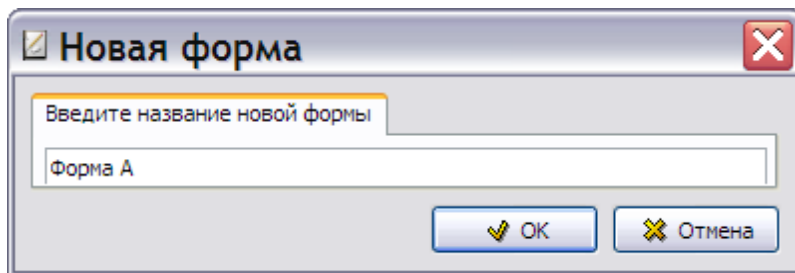

Рис. 3.104
2. В окне **Новая форма** введите название создаваемой формы, например «Форма А» (Рис. 3.104).